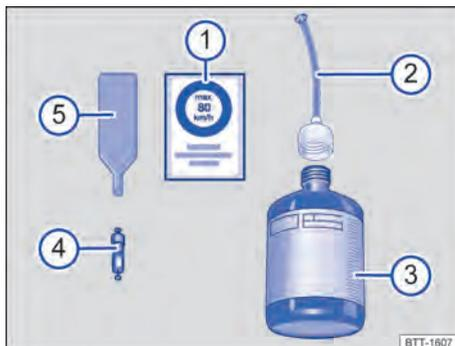

Fig. 200 Representação esquemática: componentes do kit de reparo dos pneus.
- ① Etiqueta adesiva com a indicação de velocidade "máx. 80 km/h" ou "máx. 50 mph".
- ② Mangueira de enchimento com bujão.
- ③ Garrafa de enchimento dos pneus.
- ④ Elemento da válvula de reposição.
- ⑤ Chave para remoção do elemento da válvula.
A chave para remoção do elemento da válvula → Fig. 200 ⑤ possui uma fenda na extremidade inferior, na qual se ajusta o elemento da válvula. Somente assim é possível remover e reinstalar o elemento da válvula do pneu. Isto também é válido para o elemento da válvula de reposição ④.
2. Com a chave para remoção do elemento da válvula → Fig. 200 ⑤, desenroscar o elemento da válvula da válvula do pneu e colocá-lo sobre uma superfície limpa.
3. Agitar a garrafa de enchimento dos pneus → Fig. 200 ③ algumas vezes com força.
4. Rosquear a mangueira de enchimento → Fig. 200 ② com firmeza no sentido horário sobre a garrafa para enchimento dos pneus. A película na tampa é perfurada automaticamente.
- Remover o bujão da mangueira de enchimento → Fig. 200 ② e introduzir totalmente a extremidade aberta na válvula do pneu.
- Rosquear novamente o elemento da válvula com a chave para remoção do elemento da válvula → Fig. 200 ⑤ na válvula do pneu.